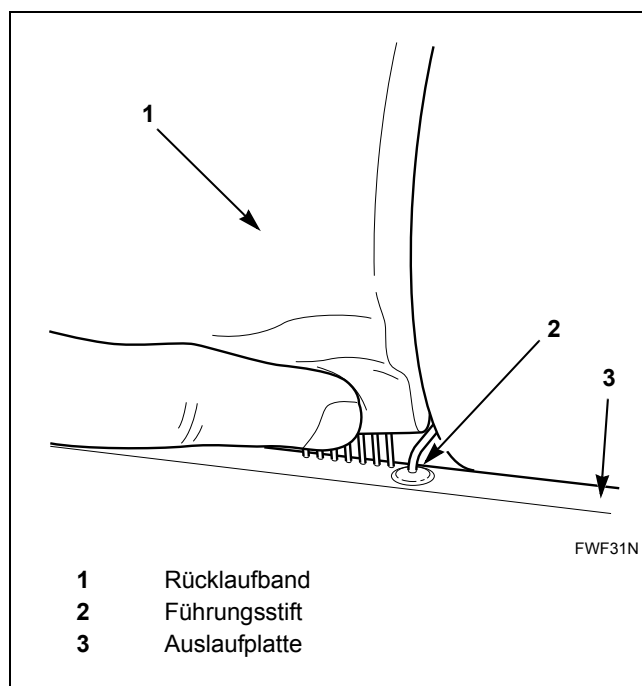

Abbildung 32
13. Vergewissern Sie sich, dass sich das Rücklaufband zwischen den Führungsstiften der Auslaufplatte vorne an der Maschine befindet. Siehe *Abbildung 32*.